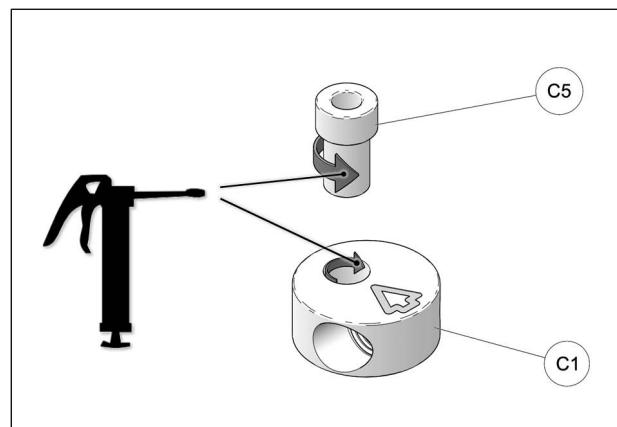

Fig. 24
14. À l'assemblage, les bagues espaces (C5) doivent être graissées. Appliquer une couche de graisse uniforme sur toute la circonférence de la bague espaceur et dans le logement du disque en aluminium (C1). Voir la Fig. 24